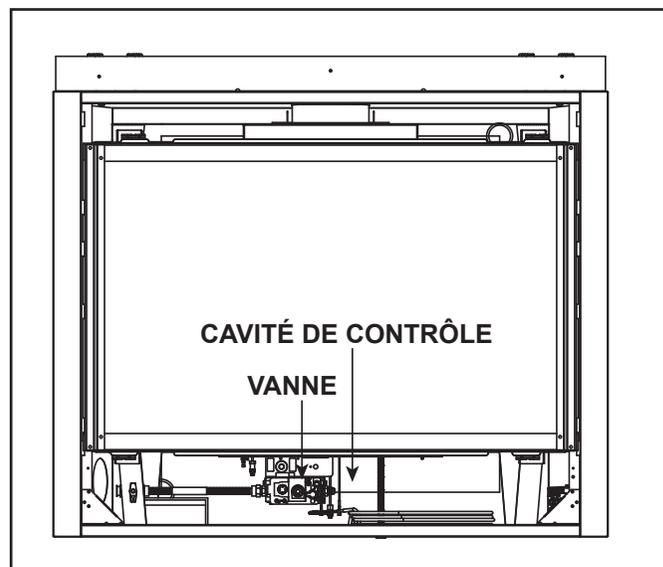

Figure 3.5 Logement des commandes – Appareil générique illustré
Les modèles QUARTZ32 et QUARTZ36 possèdent un taux de combustion variable commandé par le bouton HI/LO (ÉLEVÉ/FAIBLE) sur la vanne de gaz. La hauteur des flammes est donc ajustable. La figure 3.5 présente le bouton HI/LO. Il se trouve dans le logement des commandes du foyer. Le bouton HI/LO peut être ajusté selon vos besoins en tournant dans le sens antihoraire vers la position HIGH (ÉLEVÉ) et dans le sens horaire vers la position LO (FAIBLE).
Le système d'allumage à veilleuse intermittente IntelliFire est livré avec un système de secours à pile qui permet d'utiliser le système pendant une panne de courant. Un bloc-piles installé en usine se trouve dans le logement des commandes du foyer. Voir la figure 3.5. Ne pas mettre de piles dans le bloc-piles pendant l'utilisation de l'alimentation électrique pour faire fonctionner le foyer. Retirer les piles du bac à pile lorsque l'alimentation est restaurée.
1. Accéder au logement des commandes du foyer. Voir la figure 3.5 pour connaître l'emplacement. La façade décorative ou la porte pourrait devoir être retirée.
2. Trouver le bac à piles et insérer deux piles D. La polarité des piles doit être correcte pour éviter d'endommager le module. Voir la figure 3.5. Un schéma complet du câblage se trouve dans la rubrique Électricité du manuel d'installation du foyer.